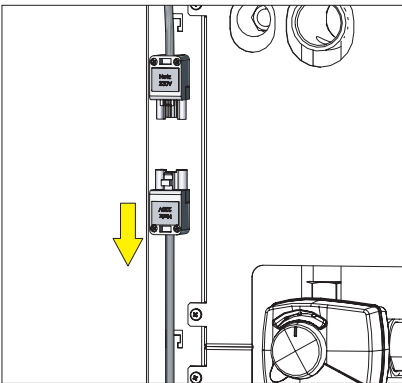

Fig. 61 Débrancher la fiche secteur
- Débrancher la chaudière avant de nettoyer le caisson de ventilateur et la roue de ventilateur! Débrancher la fiche secteur située à l'arrière – Fig. 61.